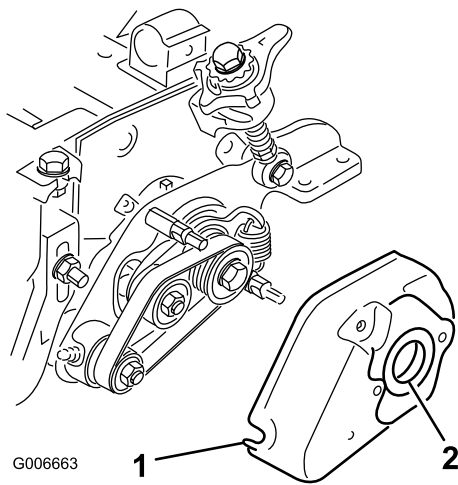
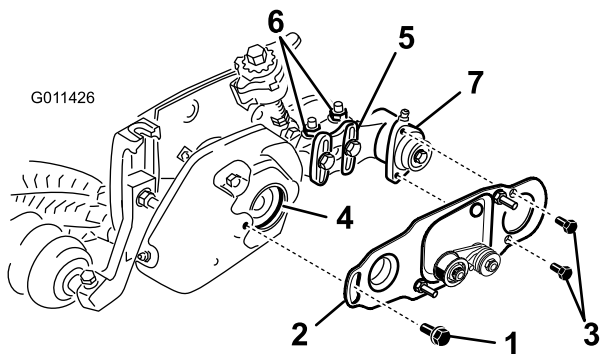

Bild 29
Bild 30
35. Montieren Sie die Groomerabdeckung und befestigen Sie diese mit zwei Bundmuttern (5/16") (Bild 29).
36. Schmieren Sie die Scheibe in der Groomerabdeckung innen mit Schmiermittel ein (Bild 29).
37. Lösen Sie die Schrauben, mit denen das Lagergehäuse der Rollenbürste an den Befestigungshalterungen der Rollenbürste montiert ist (Bild 30).
38. Bauen Sie die Schwenkplatte der Rollenbürste ein (Bild 30). Wenn der Vorsprung an der Schwenkplatte in die Scheibe an der Groomerabdeckung eingesetzt wird, achten Sie darauf, dass die Scheibe richtig auf der Abdeckung positioniert bleibt.
39. Schmieren Sie die zwei Kopfschrauben (5/16" x 5/8") mit 242 Loctite (blau) ein und befestigen Sie die Bürstenplatte am Lagergehäuse der Rollenbürste mit diesen Schrauben (Bild 30). Ziehen Sie die Kopfschrauben auf 20-26 Nm an.
- Lösen Sie die zwei Bundsicherungsmuttern, mit denen die Befestigungshalterung der Rollenbürste an der Seitenplatte der Schneideinheit befestigt ist (Bild 30).
- Drehen Sie das Lagergehäuse der Rollenbürste so lange, bis die Bürstenplatte mit der Seitenplatte der Schneideinheit parallel ist (Bild 30).
41. Schmieren Sie die Schulterschraube mit 242 Loctite (blau) ein (Bild 30). Befestigen Sie die Bürstenplatte mit der Schulterschraube an der Groomerabdeckung. (Bild 29). Ziehen Sie die Schraube auf 20 bis 26 Nm an.